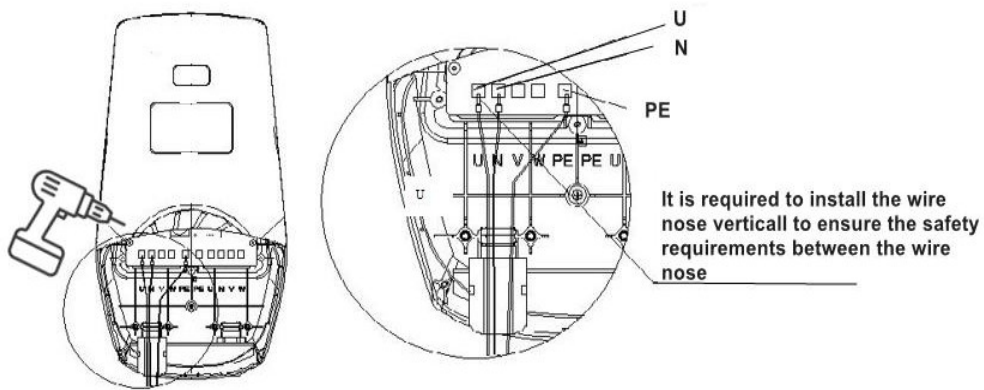

Figura 7- Diagrama de cableado de 7kW
1. Pase el cable por el orificio de entrada de cables situado en la parte inferior del cargador. Utilice un destornillador eléctrico para conectar el marrón al terminal U de la placa de alimentación del cargador. Conecte el cable azul neutro al terminal N, conecte el cable amarillo-verde de tierra al terminal PE de la izquierda, como se muestra en la Figura 7 a continuación;